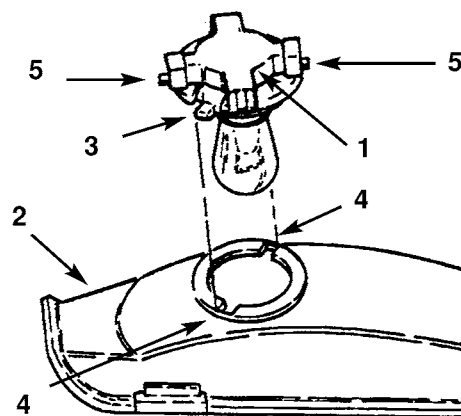

Bild 18
3. Die Birnenfassung um  $\frac{1}{4}$  Umdrehung im Gegenuhrzeigersinn drehen und aus dem Reflektor entfernen (Bild 18).
2. Die Birnenfassung hat zwei Nasen (Bild 18). Diese mit den Auskerbungen im Reflektor abstimmen, die Birnenfassung in den Reflektor einführen und  $\frac{1}{4}$  Umdrehung im Uhrzeigersinn bis zum Anschlag drehen.